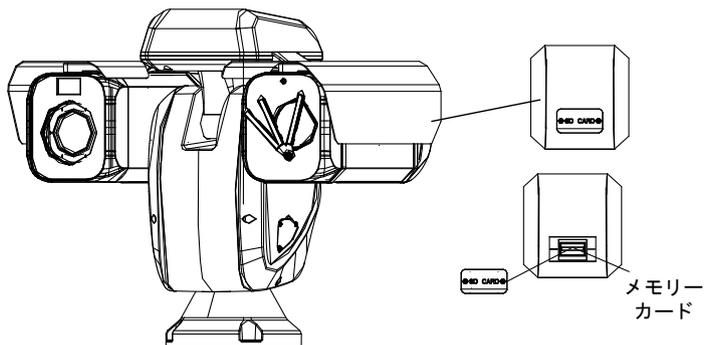

図 2-6 メモリー カードの取付
2. 図 2-6 のように、カチッと音がするまで、カード スロットにメモリーカードを挿入してください。